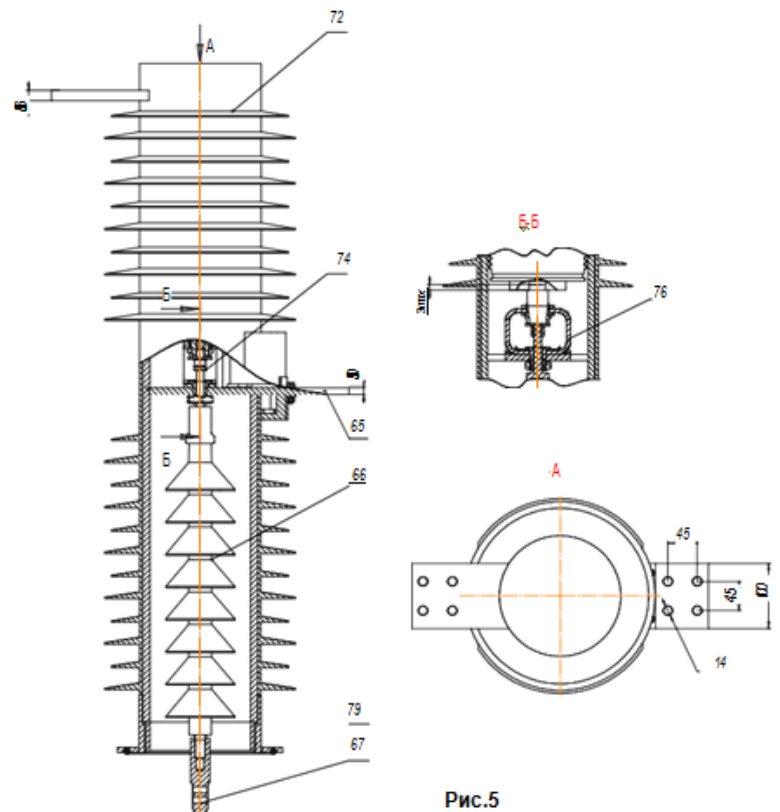

Рис.5
Валы 5 и 6 служат для передачи тягового усилия от привода через вал 23 привода, тяги 9 и 10 выключателя, узлы поджатия 8 (рис.1,4) и изоляционные тяги 66 полюса 4 (рис.5), на подвижные контакты камеры КДВ.
В полюс выключателя (рис.5) входят
2.3.3.5. Регулировка хода подвижного контакта 16 мм камеры КДВ полюса (рис.5) конструктивно обеспечивается втулкой 67. Для этого нижнее отверстие во втулке 67 и отверстие в рычагах валов 5 и 6 совмещают. Подтягивают подвижные контакты камеры за выступ на втулке 67. Совмещают верхнее отверстие на втулке с отверстиями на рычагах валов 5 и 6, устанавливают ось.
Износ контактов КДВ определять во включенном положении выключателя, как расстояние между рисками на подвижном контакте камеры, нанесенной на заводе изготовителе (до начала эксплуатации) и риской нанесенной в процессе эксплуатации. При размере (см. рис.5 разрез Б-Б) между рисками более 3мм полюс выключателя подлежит замене.
2.3.3.11. Для замены полюса необходимо снять кожух 13 (рис.1), отсоединить полюс 4 от рамы выключателя и тяги изоляционные 66(рис.5) от рычагов валов 5,6(рис.1) снять оси. После чего нужно отсоединить тягу изоляционную 66 от полюса 4, удерживая в жестком положении токовывод 74 (рис.5).